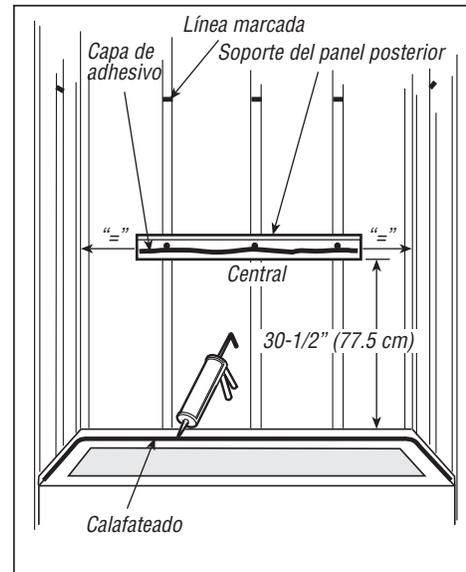

Figura 3
- 3** Ubique y clave la placa de soporte del panel posterior a las vigas como se indica en la Figura 3. Coloque una capa de adhesivo en la placa de soporte. Coloque una capa de sellador a lo largo del borde de la bañera y también rellene todas las ranuras con sellador. Coloque el panel posterior en su lugar dentro del hueco. Presione firmemente en el centro del panel para asegurar el contacto con el adhesivo de la placa de soporte.